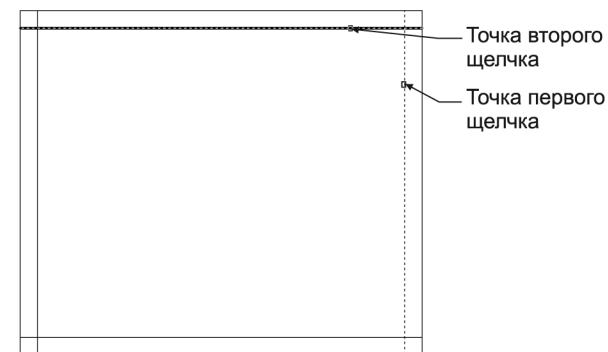

Рис. 2.12 ▼ Точки выбора внутренних линий для их сопряжения
1. Запустите инструмент **Сопряжение** (Fillet), щелкнув на кнопке  **Сопряжение** (Fillet) панели **Изменить** (Modify) или выбрав из меню команду **Изменить** ⇒ **Сопряжение** (Modify ⇒ Fillet) либо введя в командном окне команду **Сопряжение** (FILLET) или просто **соп** (F).
2. В командном окне появится сообщение о текущих параметрах команды **Сопряжение** (FILLET): режим отсечения лишних линий (**Режим = С обрезкой** (Mode = TRIM)) и сопряжение линий с радиусом 0 единиц (**Радиус сопряжения = 0.0000** (Radius = 0.0000)). Эти параметры нас вполне устраивают, поэтому просто подведите отмечающий указатель к местам, обозначенным на рис. 2.12 и щелкните сначала на правой внутренней вертикальной линии, а затем на верхней внутренней горизонтальной линии.